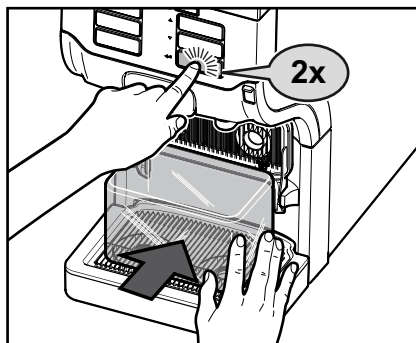

Рис. 32
2. Подставить под оба выпуска для напитков приемную емкость и нажать на кнопку ввода ◀. (Рис. 32)
3. Нажать на кнопку ввода ◀, чтобы запустить процесс промывки. (Рис. 32)